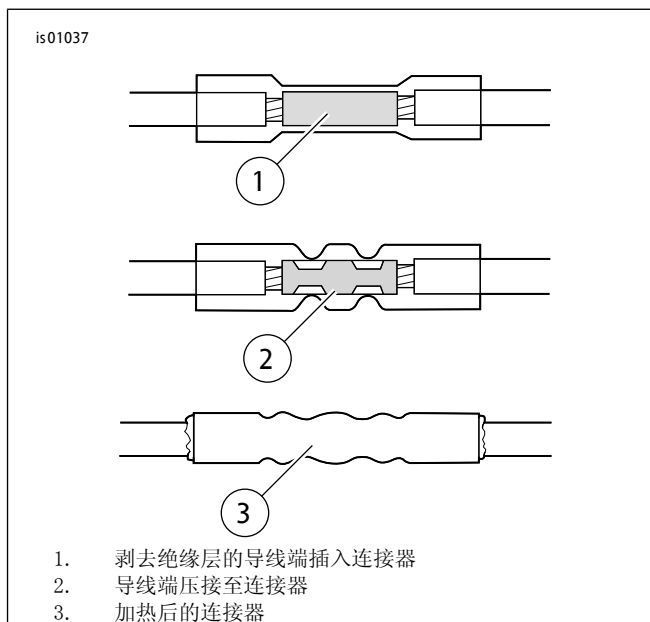

图2。密封拼接连接
- 参见图2。将黑色转向信号导线插入密封拼接连接器的相对端。将蓝紫色/棕色导线插入其他密封拼接连接器的相对端。